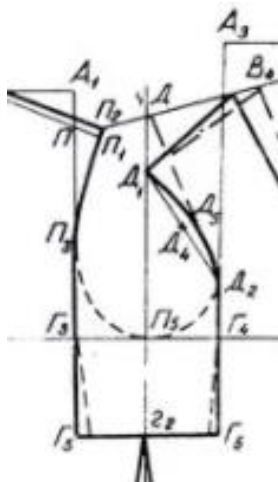

Рис.11.1- Чертёж квадратной проймы.
1. Используя чертёжные принадлежности, внести изменения в чертёж БК (рис.11.1).